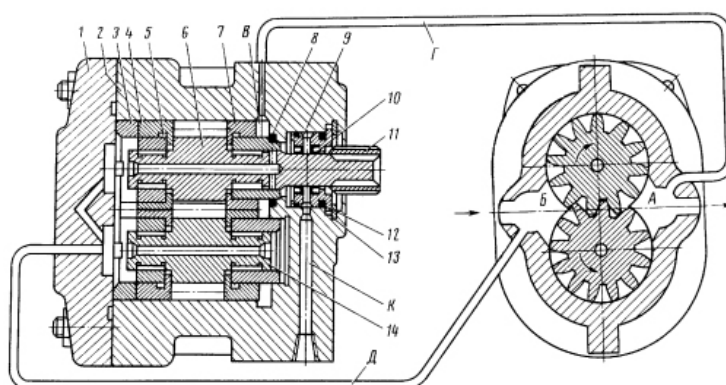

Рис. 9.3. Гидронасос НШ-39М:
- 22 Используя рисунок 9.3, объясните какой целью выполнены каналы Г, Д, К в гидронасосе НШ-39М?